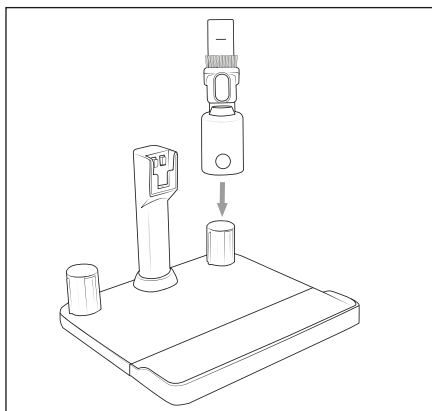

Fig. 13
- ◆ Eventualmente rimuovere la spazzola combinata 2 in 1 **13** dall'apparecchio e collocarla sul porta accessori **16** per conservarla (vedere fig. 13).